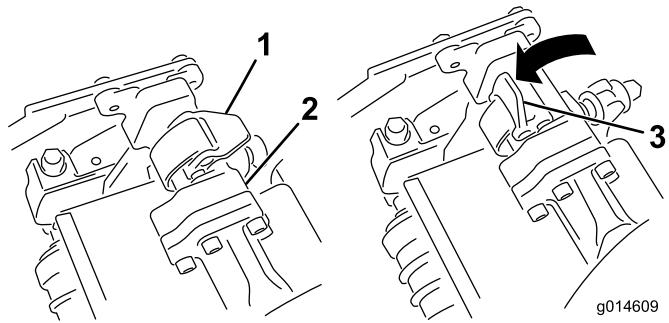
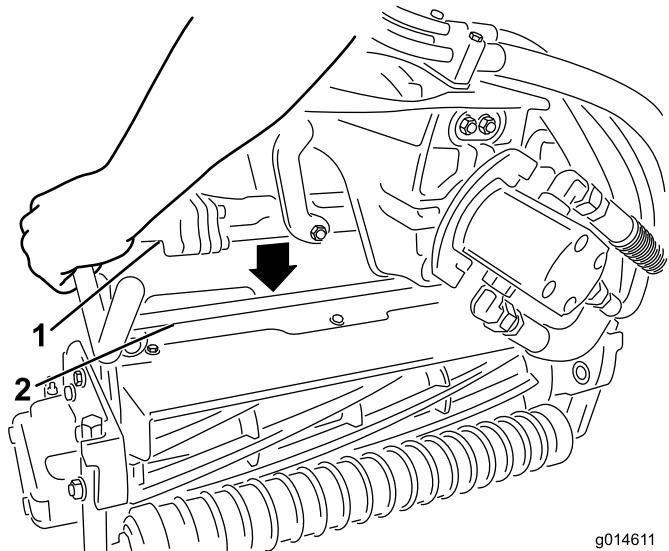

图12
图13
9. 当悬挂臂架上的闩锁指向上方（即打开）时（图12），向下压悬挂臂，使悬挂臂架与滚刀组上方的支架相契合（图13）。
10. 向下并绕着滚刀组架关闭闩锁，将它们锁定到位（图12）。